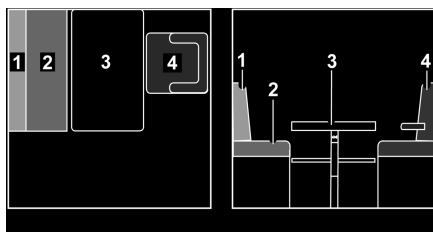
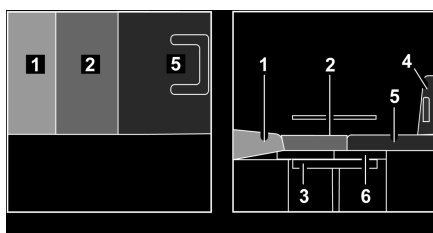
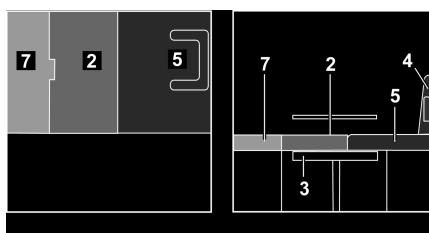

Fig. 120 Avant la transformation
Fig. 121 Après la transformation (variante 1)
Fig. 122 Après la transformation (variante 2)
- Tourner le siège conducteur (Fig. 120,4) et le pousser complètement vers l'avant.
- Convertir la table (Fig. 120,3) en sommier de lit (voir paragraphe 7.7).
- Si le véhicule possède un support pour lit de secours (Fig. 121,6), retirer le coussin de dossier (Fig. 120,1) et celui d'assise (Fig. 120,2) et les mettre de côté.
- Suivant le modèle, poser le support pour lit de secours livré en série (Fig. 121,6) sur la table. Placer le bord avant du support pour lit de secours directement contre le siège conducteur ou le montant de la cabine de conduite.
- Placer le coussin supplémentaire (Fig. 121,5) sur le siège conducteur.
- Placer le coussin d'assise (Fig. 121,2) sur la table.
- Placer le coussin de dossier (Fig. 121,1) entre le coussin d'assise et la paroi arrière. Observer la forme deltoïde.
- Placer le coussin supplémentaire (Fig. 122,5) sur le siège conducteur.
- Placer le coussin d'assise (Fig. 122,2) sur la table.
- Placer le coussin supplémentaire (Fig. 122,7) entre le coussin d'assise et la paroi arrière.
- Repousser le siège conducteur (Fig. 121,4 ou Fig. 122,4) vers l'arrière.